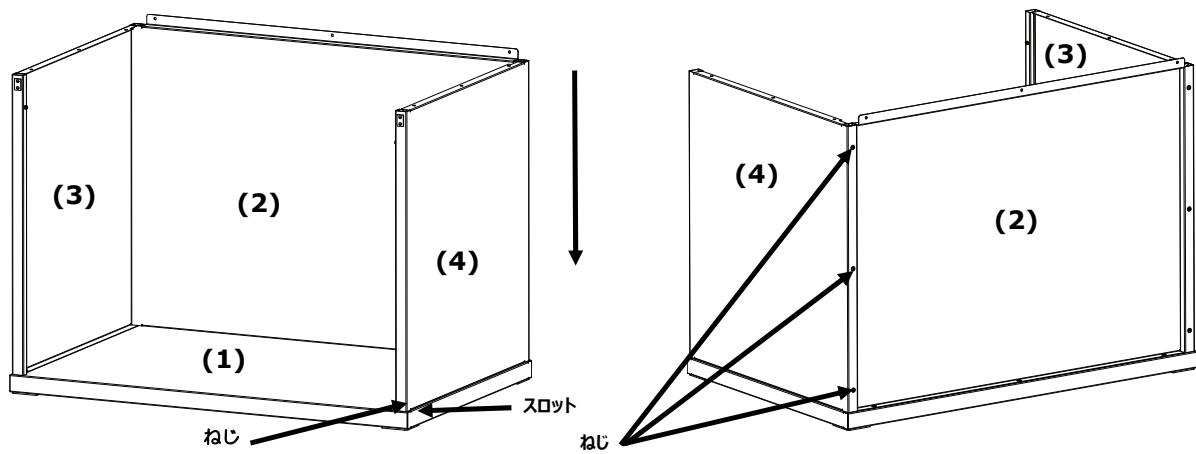

図4：右パネルを背面および底面パネルに挿入した状態
6. 右パネル（4）前方のタブが底パネル（1）に挿入するまで、右パネル（4）を下向きにインタロックチャネルにそってスライドします。図 4 の様に、右パネル（4）を底パネルと背面パネルに 4 本のねじで固定します。